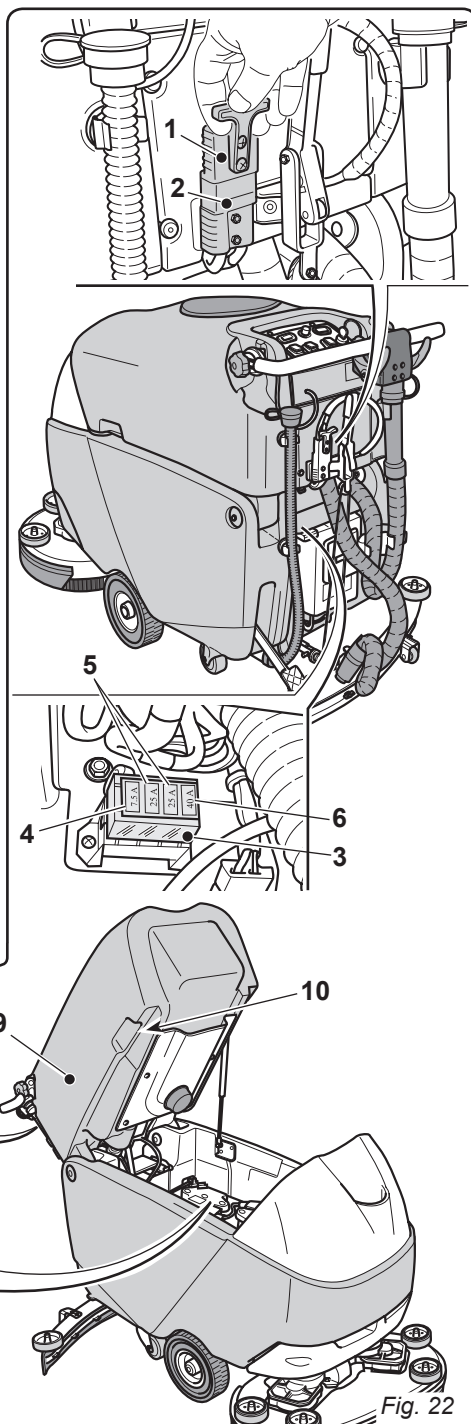

Fig. 22
10.1.g - Sostituzione fusibili (Fig. 22)